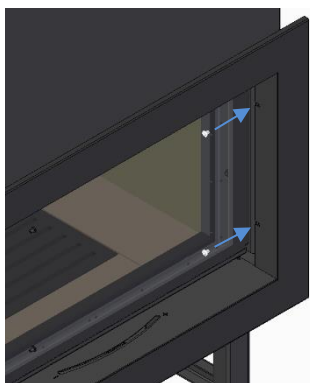

Figure 47
- c) Fixez l'anneau dans la bonne position à l'aide de 2 vis de chaque côté, serrez-les un peu d'abord de l'intérieur de l'anneau puis serrez-les complètement pour vous assurer que l'anneau est centré autant que possible, Figure 47.